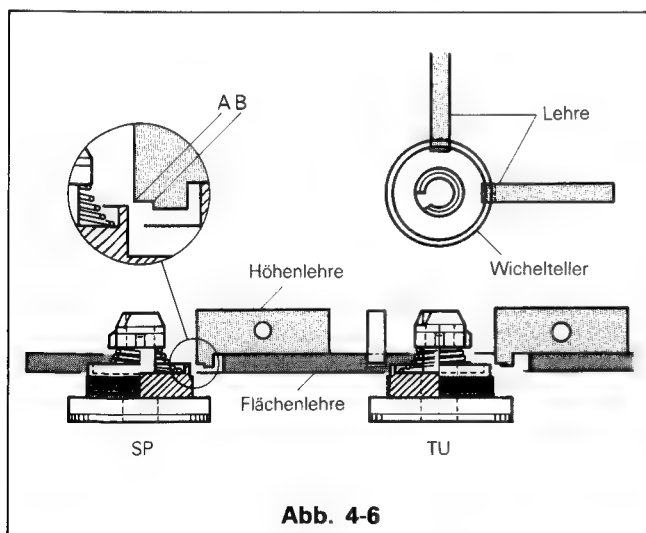

Abb. 4-6
3. Kontrollieren Sie die Höhe der Spulenteller mit der Höheneinstellehre wie in Abb. 4-6 beschrieben. Die Unterkante der Spulenteller soll entsprechend der Abbildung zwischen ① und ② der Höhenlehre liegen.